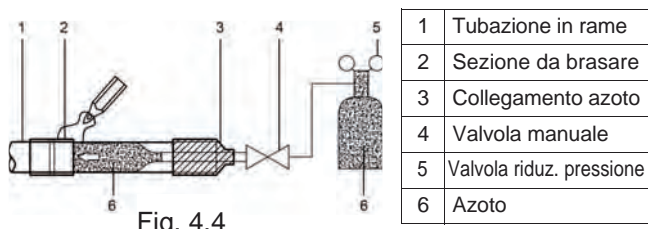

Fig. 4.4
- Eseguire la saldatura delle tubazioni solo se l'azoto è stato sostituito o ricaricato. Quando durante la saldatura il tubo viene riempito di azoto, l'azoto deve essere ridotto a 0.02 MPa, utilizzando la valvola di rilascio della pressione (vedi Fig. 4.4).